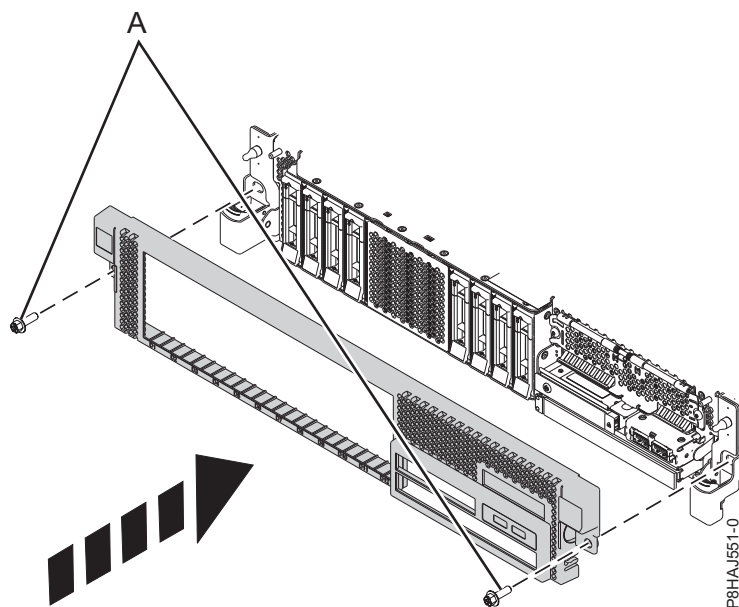

Figura 14. Instal·lació de la coberta frontal
3. Tanqueu els pestells d'alliberament empenyent-los en la direcció que mostra la Figura 14 a la pàgina 33. La coberta queda fixada al seu lloc i té una osca des d'on es pot retenir més fàcilment.
4. Substituïu els cargols de muntatge (A).